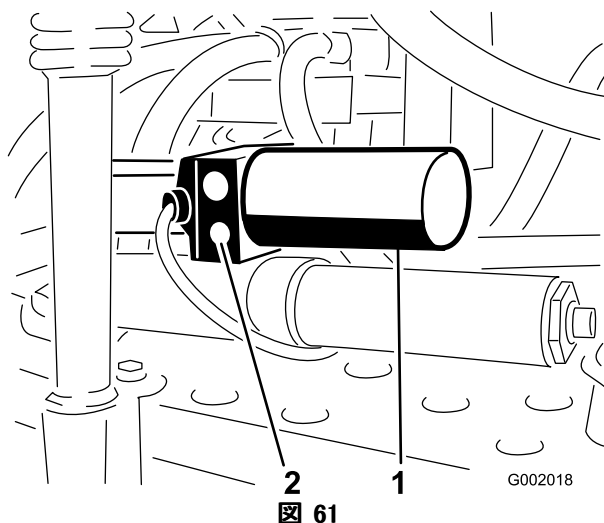

図 61
1. 各アクチュエータについている手動リリース・バルブを探し出す。アクチュエータのボディの片側だけについている小さいほうのバルブが手動リリース・バルブである（図 61）。